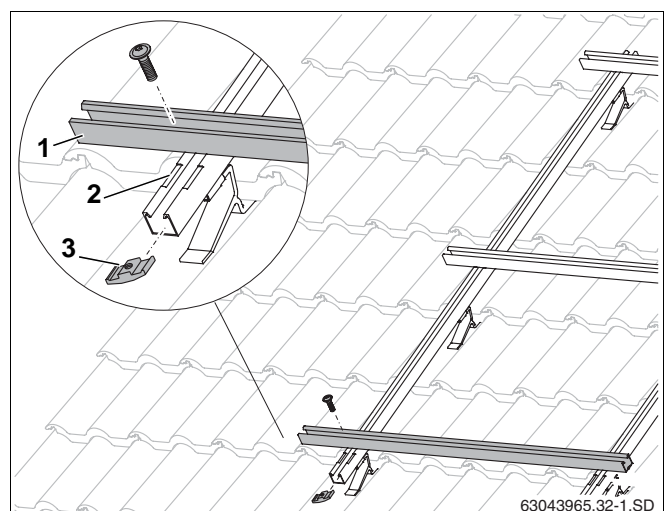

Bild 30 Montera vågrät profilskena
- Lägg profilskenorna (bild 30, **pos. 1**) i spåren (bild 30, **pos. 2**) på snöbelastningsprofilen och dra åt lätt med skruvar och alu-muttrar (bild 30, **pos. 3**), så att profilskenorna fortfarande kan justeras.